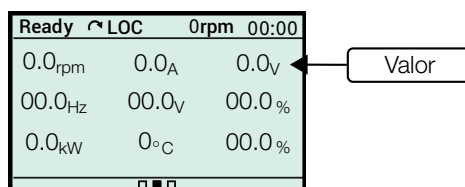

Figura 4.13: Visualización en Slot
- **Slot:** La pantalla de la HMI está dividida en 9 partes y cada parte es llamada de Slot, permitiendo la exhibición de variables de lectura en el formato **valor**. La Figura 4.13 presenta un ejemplo de exhibición.